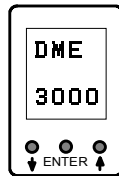

Bild 1: Anzeige des DME 3000
Beim Anlegen der Versorgungsspannung meldet sich das Gerät mit der Typenbezeichnung im Display (Bild 1):
- Die Bestätigung eines angewählten Parameters oder einer numerischen Eingabe erfolgt mit der ENTER-Taste (Bild 1).
Aus dem Messbetrieb wird das Parametrier-Menü durch Betätigen der ↑ / ↓ Taste erreicht. Als Schutz gegen unbeabsichtigte oder unbefugte Veränderung muss zunächst mit den ↑ / ↓ Tasten eine Codezahl eingegeben und mit ENTER bestätigt werden (Bild 1).